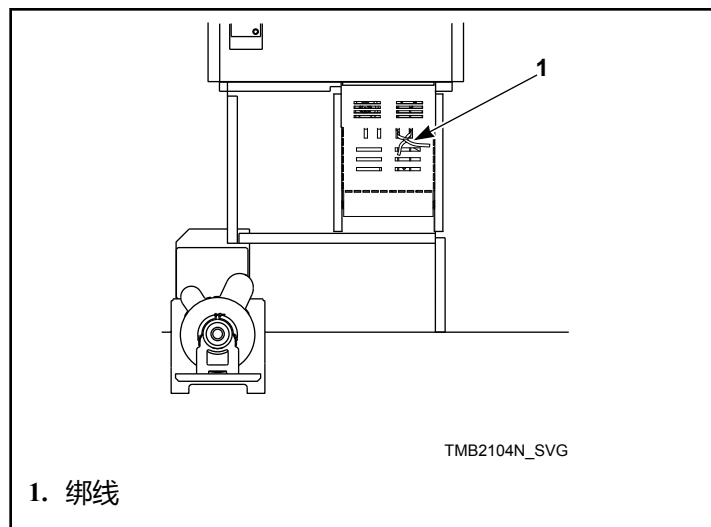

图 12
3. 从气流开关上拆除并丢弃绑线, 使其自由旋转。参见图 12。